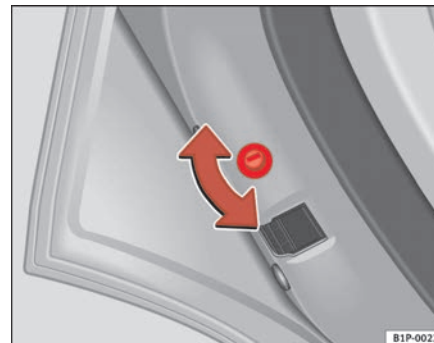
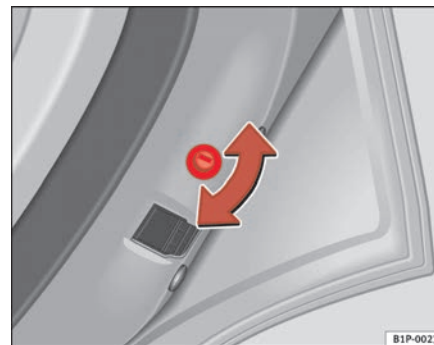

Abb. 60 Kindersicherung in der linken Tür
Abb. 61 Kindersicherung in der rechten Tür
- Drehen Sie bei geöffneter Tür den Schlitz mit dem Fahrzeugschlüssel bei der linken Tür im Uhrzeigersinn und bei der rechten Tür gegen den Uhrzeigersinn ⇒ Seite 102, Abb. 60, ⇒ Seite 102, Abb. 61.
- Drehen Sie bei geöffneter Tür den Schlitz mit dem Fahrzeugschlüssel bei der rechten Tür im Uhrzeigersinn und bei der linken Tür gegen den Uhrzeigersinn ⇒ Seite 102, Abb. 60, ⇒ Seite 102, Abb. 61.